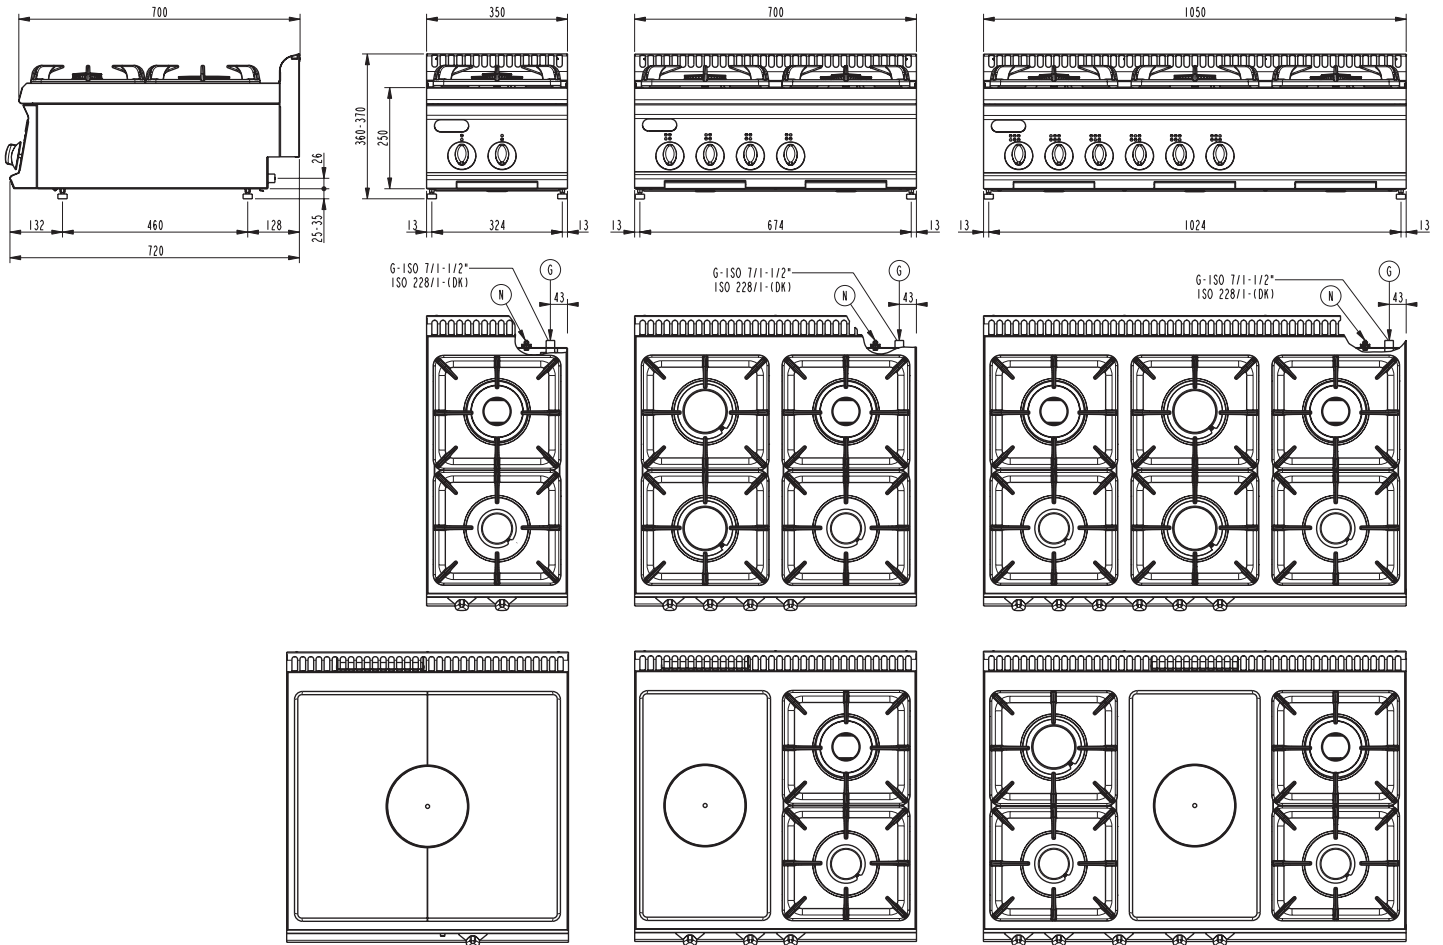

Fig.1 - Abb.1 - рис.1
Alle Geräte sind mit einer Gasanschlussrampe ausgestattet. Der Anschluss für die Verbindung mit der Gasleitung "G" (Abb.1) entspricht den Vorschriften ISO 7/1 und ISO 228/1 (DK) mit  $\varnothing 1/2$ " und befindet sich an der Geräteunterseite.